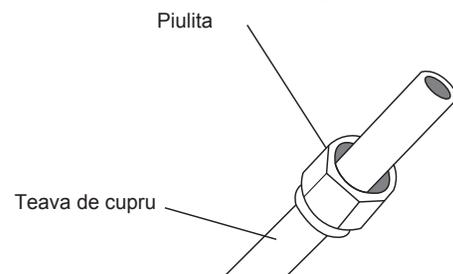

Fig. 7.4
3. Puneti piulitele la ambele capete ale tevii. Asigurati-va ca acestea se invart in directia corecta, pentru ca nu le mai puteti pune sau schimba directia lor dupa bercluire. A se vedea fig. 7.4